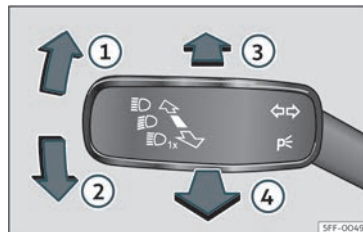

Fig. 86 Palanca dels intermitents i de llum de carretera (segons les versions).
- Des de la posició base, premeu cap endavant la palanca dels intermitents i llum de carretera »» **fig. 86** . Quan es mostri l'indicador  a la pantalla del quadre d'instruments, l'assistent del llum de carretera estarà connectat.
- **O BÉ:** amb el llum de carretera connectat, estireu cap enrere la palanca dels intermitents i del llum de carretera »» **fig. 86** .